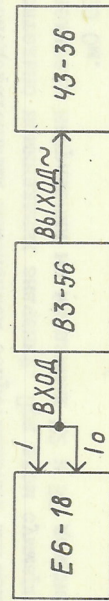

Рис. 7
11.3.5. Определить напряжение на разомкнутых токовых выводах на поддиапазоне 3 мВ милливольтметром В3-56, а частоту частотометром ЧЗ-57 по схеме рис. 7. При этом переключатель рода работ прибора должен быть установлен в положение ИЗМЕР. и должен быть использован измерительный кабель № 1.